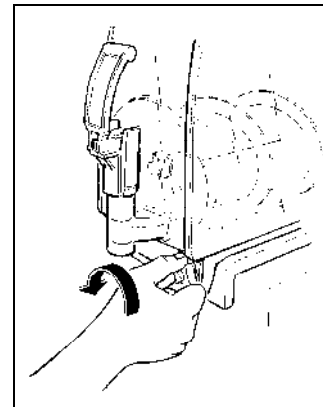

Fig. 14
- Dévisser et enlever les poignées (voir fig.14).